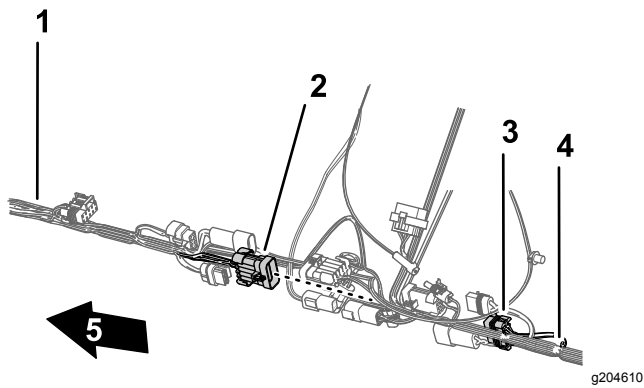

Bild 91
- Stecken Sie den 10-Stift-Stecker des vorderen Kabelbaums für die Sprühfahrzeug-Kabelbaumverbindung in den 10-Buchsen-Stecker des hinteren Kabelbaums für die Sprühfahrzeug-Kabelbaumverbindung (Bild 91).